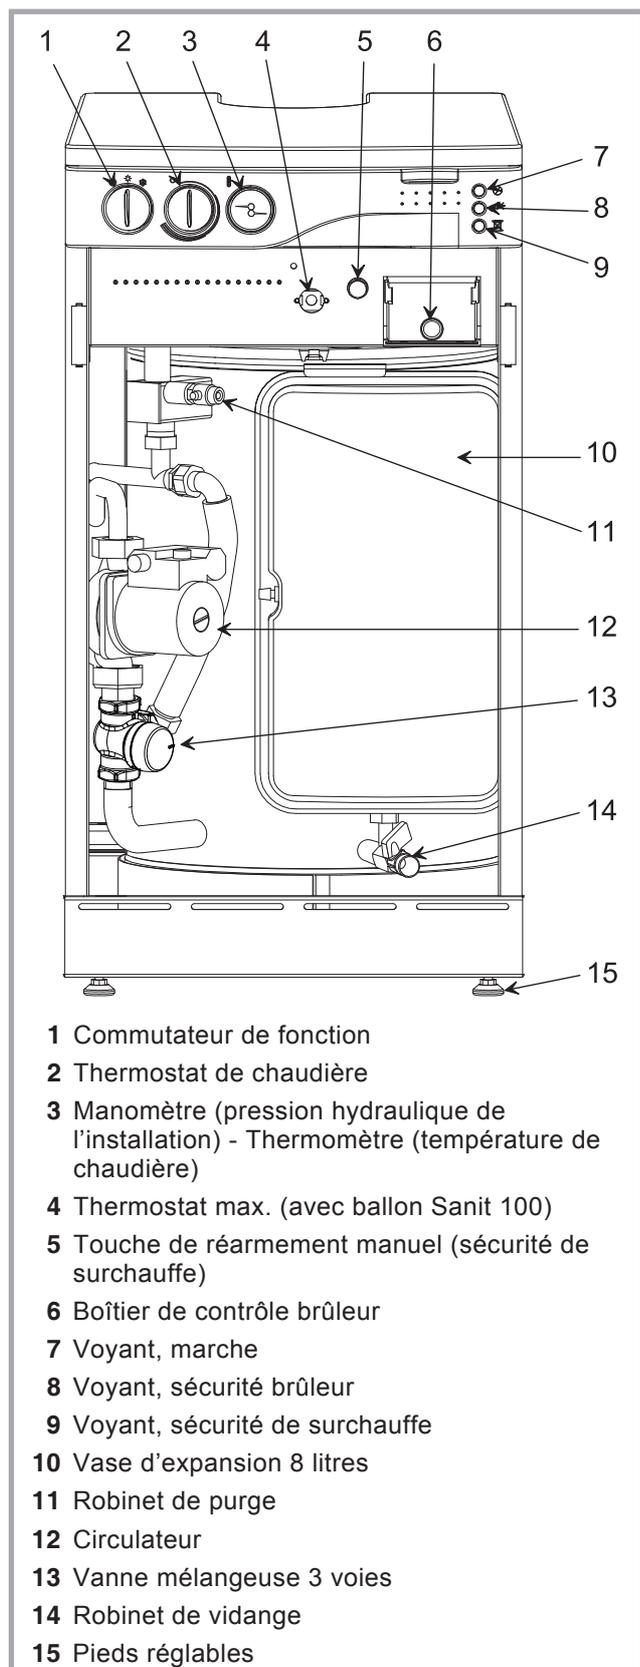

Figure 4
**Le socle doit être bien ventilé** : Agir sur les pieds (rep. 15, fig. 4, p. 5) de la chaudière pour obtenir un passage d'air d'environ 15 mm entre le socle et le sol.
- Positionner la chaudière et régler les pieds (rep. 15, fig. 4, p. 5).